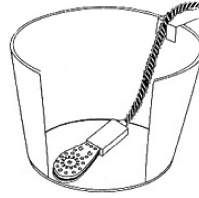

Figure 1
1. Faire passer le cordon d'alimentation dans le support, comme montré dans la figure 1.